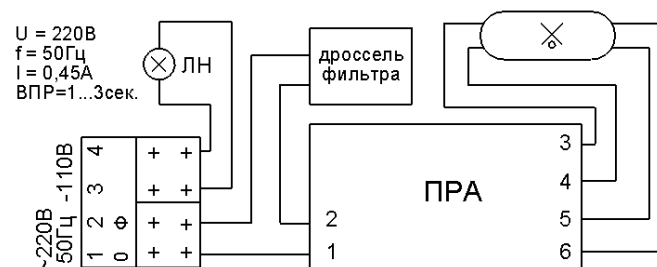

Рис.2
7.4 Отвернуть 2 винта, открыть или снять панель. Подключить питающие провода к клеммным колодкам на панели, согласно схеме (Рис.2), а заземляющий провод вместе с проводом заземления от панели подключить к винту заземления на корпусе. Установить панель и закрепить двумя винтами.